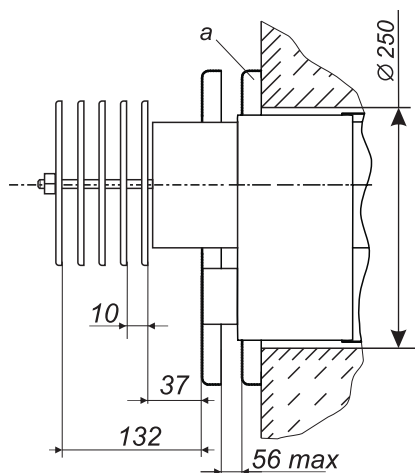

Рис. 3. Установка дисков дымовоздушного блока для изделий мощностью 10-15 кВт.
1-дымовоздушный блок; 2-газоход наружный (на котлах мощностью 10-15кВт устанавливается набор дисков, рис.3; на котлах мощностью 11-15кВт устанавливается газоход наружный, рис.5); 3-станчик для установки баллонов терморегулятора; 4 - выход воды в систему отопления; 5-выход воды на хозяйственные нужды (для изделий со вторым контуром); 6 - вход воды из системы отопления (обратка); 7-смотровое окно; 8-запальная горелка; 9-декоративная облицовка; 10-основная горелка; 11-термоиндикатор; 12-автоматика безопасности с газовым клапаном; 13-заглушки; 14-выход воды с водопровода; 15 - датчик перегрева; 16 - гибкая металлическая труба.
6.3.1. В наружной стене здания, согласно рис. 2, пробить горизонтальный канал диаметром 190 мм для изделий мощностью 5-7 кВт или 250 мм для изделий мощностью 10-15 кВт (рис. 3, 5). При этом необходимо учитывать, что для обеспечения установки и снятия котла, а также для снятия и установки газогорелочного устройства перед фронтом котла на расстоянии **не менее 1 м от стены** не должно быть никаких строительных элементов или стационарно установленного оборудования.
Для изделий мощностью 10-15 кВт на выступающий газоход наружный установить набор дисков, закрепить диск "а" к наружной стене и отрегулировать их (рис. 3).